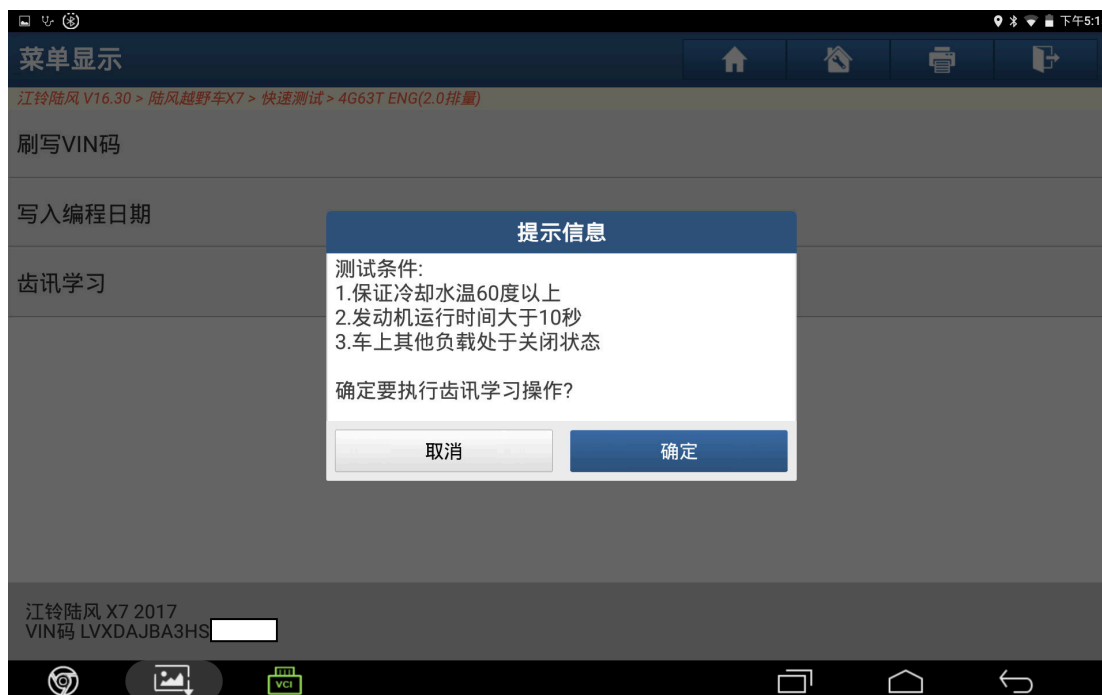

图 7
- 7). 满足条件“水温在 60 度以上，发动机运行超过 10 秒，关闭车身其它负载”，然后点“确定”（如图 7）；